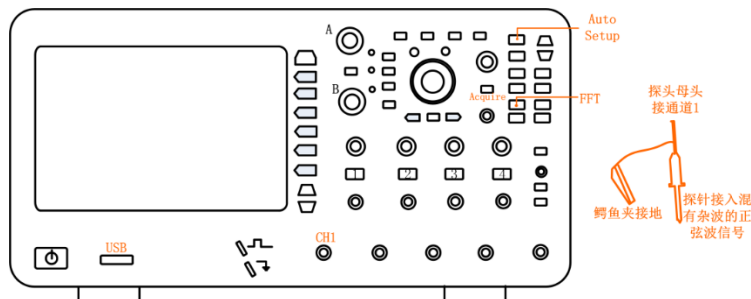
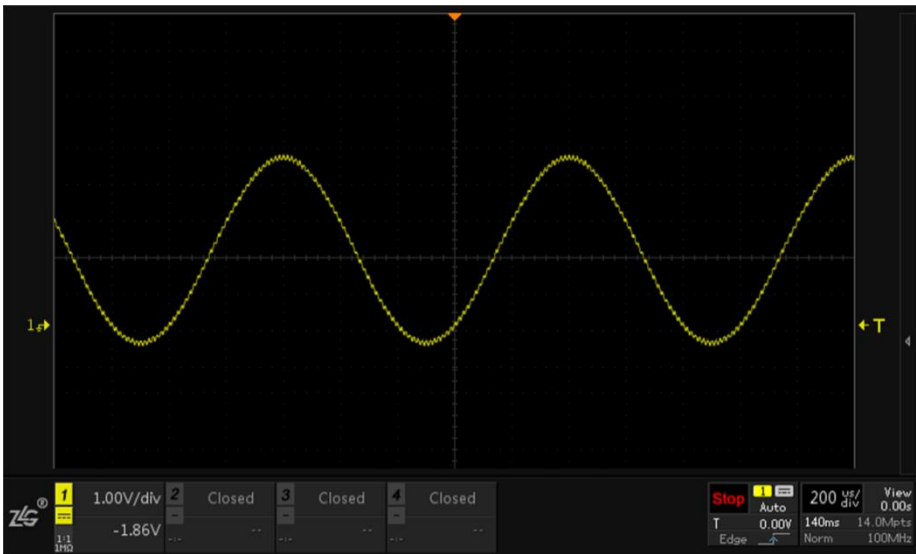

图 18-8 接入信号
图 18-9 数学运算界面
- 1、在通道 1 接入有谐波混杂的正弦信号，如图 18-8 所示，点击【Auto Setup】一键捕获波形，如图 18-9 所示，此时可以很明显的观察到信号中存在干扰谐波，此时可利用 FFT 计算整个信号的频率，分析出干扰谐波的频率值；